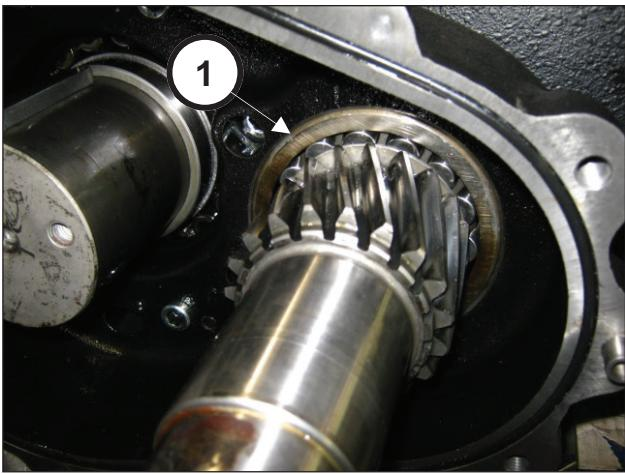

Рис. 65
Вставьте подшипник до упора (поз. ①, Рис. 65).